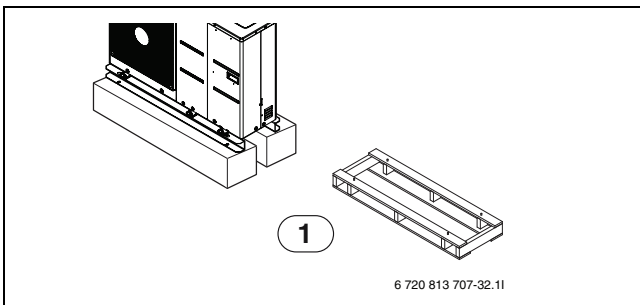

Fig. 8
- Rimuovere il pallet (supporto di legno) (→ fig. 8) dal lato inferiore della vaschetta base dell'unità prima di fissare il bullone. Può causare instabilità di posizionamento dell'unità e il congelamento dello scambiatore di calore, con conseguente funzionamento anomalo.
- Rimuovere il pallet (supporto di legno) (→ fig. 8) dal lato inferiore della vaschetta base dell'unità prima della saldatura. La mancata rimozione del pallet (supporto di legno) può causare un incendio durante la saldatura.